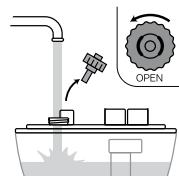

Рис. 3
- Открутите крышку резервуара для воды против часовой стрелки и залейте воду в емкость [рис.3]. Температура воды не должна превышать 40 градусов.